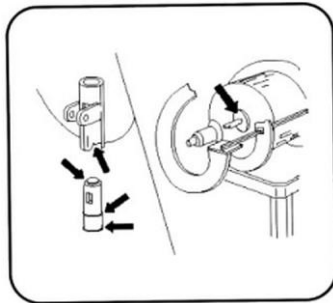

Fig. 14
15. As áreas assinaladas na fig. 14 devem ser humedecidas com água diariamente ou após cada limpeza completa.